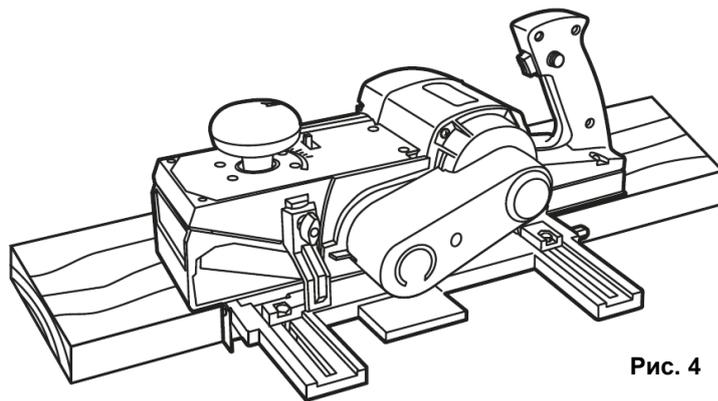

Рис. 4
- Регулировка хода направляющей происходит через регулировку фиксатора допуска направляющей (См. Рис.4)
- При ширине заготовки, близкой к ширине стругания рубанка (около 110 мм), для получения ровной, без заусенцев по краям поверхности рекомендуется использовать параллельную направляющую (упор), обеспечивающую прямолинейность движения рубанка по заготовке (См. Рис.4).